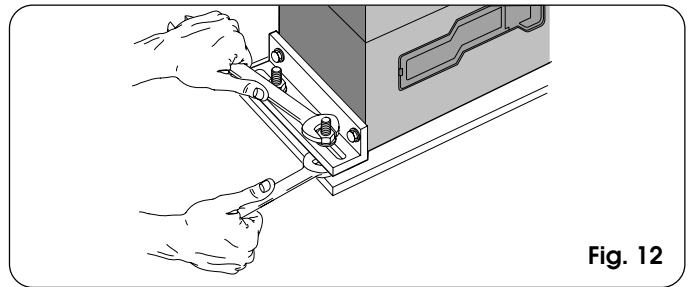

Fig. 12
- 5) Fije el motorreductor en la placa de cimentación, apretando las tuercas tal y como se muestra en la Fig.12.